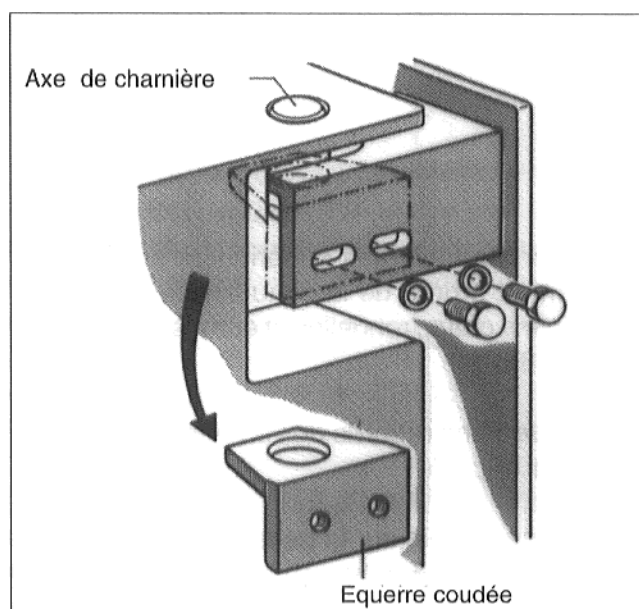

Fig. 5
- Dans la charnière supérieure et inférieure, dévisser les 2 vis à six pans creux (Fig. 5).
- Retirer les équerres coudées par le bas (Fig. 5).
- Sur le côté opposé, positionner les équerres coudées en alignement avec les axes de la charnière et visser par l'extérieur à l'aide des 2 vis à six pans creux (Fig. 5).